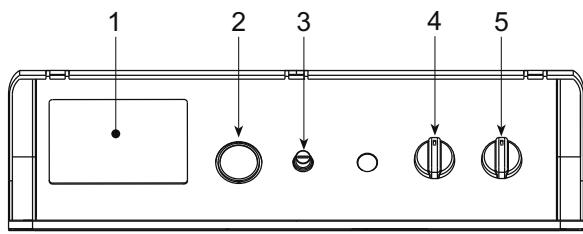

Abb. 1
Wenn das Gerät nur für kürzere Zeit ausgeschaltet werden soll, genügt es, den Schalter 5 (Abb. 1) an der Bedienblende auf "0" zu stellen. Für längere Stillstandzeiten muss außer dem Schalter 5 zwingend auch das Brennstoff-Sperrventil geschlossen werden.
- a - Betriebsunterbrechung des Brenners 6 (Abb. 1). Im Benutzerhandbuch des Brenners nachschlagen.